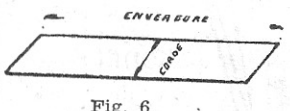

Fig. 6
**Définitions.** — Géométriquement, une aile est définie (voir fig. 6) :